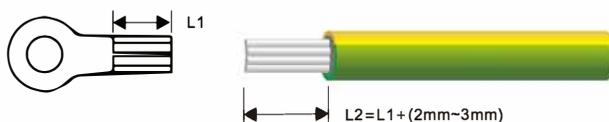

Figura 5.1 Comprimento Despido (unidade: mm)
Passo 1: Remova um comprimento adequado da camada de isolamento do cabo PGND usando um descascador de fios; o comprimento deve ser um pouco mais longo do que a extremidade de crimpagem do terminal OT em 2 mm-3 mm, conforme mostrado na Figura 5.1.